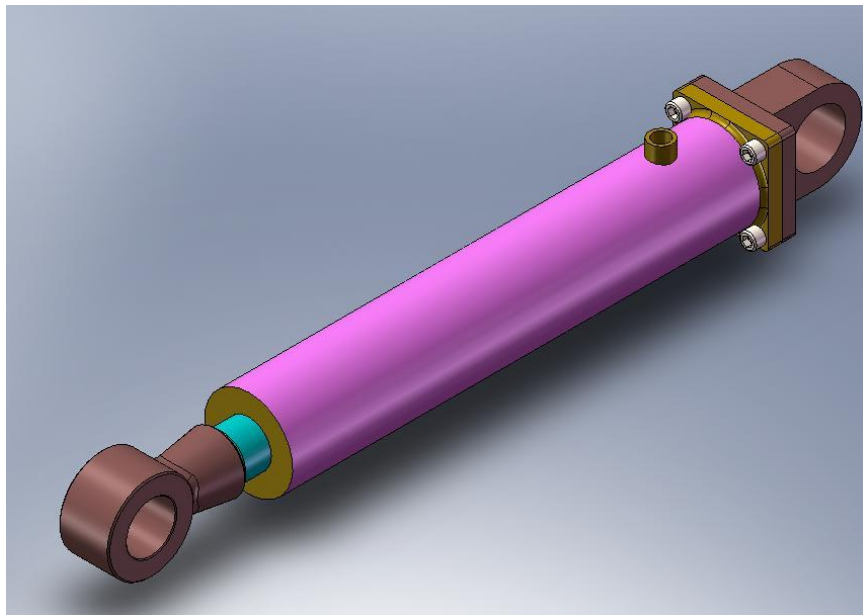

рис.3
3.3. Гидроцилиндр (рис.3) одностороннего действия, толкающего типа, с возвратом в исходное положение под действием собственной массы стола (груза на нём). Стол может комплектоваться как поршневыми, так и плунжерными гидроцилиндрами.